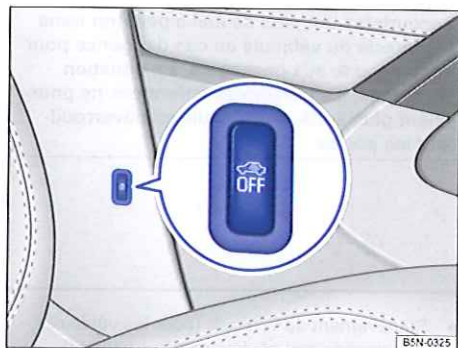

Fig. 31 À côté du siège du conducteur : touche de désactivation de la protection volumétrique et de la protection anti-soulèvement.
Pour pouvoir procéder à la désactivation, l'éclairage d'orientation intégré dans la touche  doit être allumé \Rightarrow fig. 31. Pour activer l'éclairage d'orientation, retirez la clé du contact-démarrreur et ouvrez la porte du conducteur.
- Appuyez sur la touche  \Rightarrow fig. 31. Un témoin de contrôle jaune reste allumé dans la touche jusqu'à ce que le véhicule soit verrouillé.